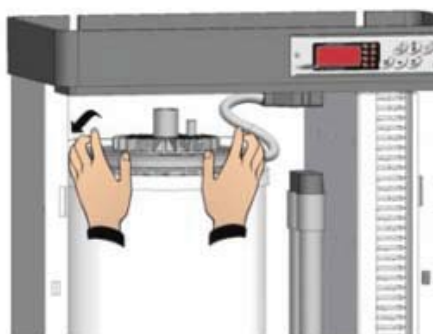

Рис. 30
3. Отцепите заднюю пружину крепления от верхнего фланца пара и сдвиньте ее вниз (Рис.30).